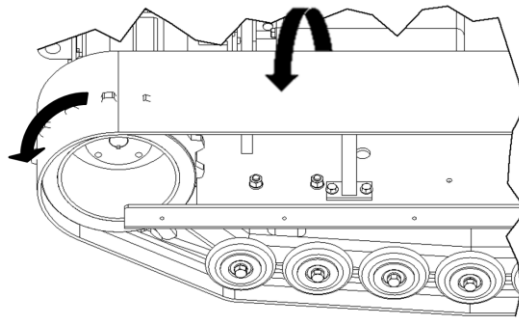

Figure 21 : Retirer les chenilles (harnais électrique retiré par souci de clarté)
5. Avec votre main, tirez fermement l'intérieur de la chenille vers l'extérieur de la machine (voir la Figure 21) et tournez lentement la chenille vers l'avant jusqu'à ce que les crampons des chenilles soient sortis de la roue d'entraînement. Répétez cette étape pour la seconde chenille.